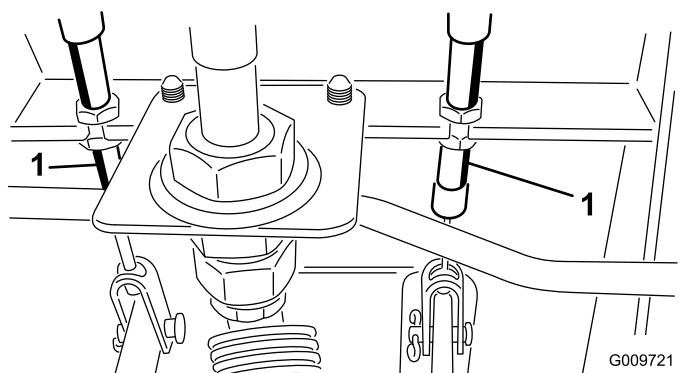

Figura 92
- A. Afloje la tuerca delantera del extremo roscado del cable de freno (Figura 92).